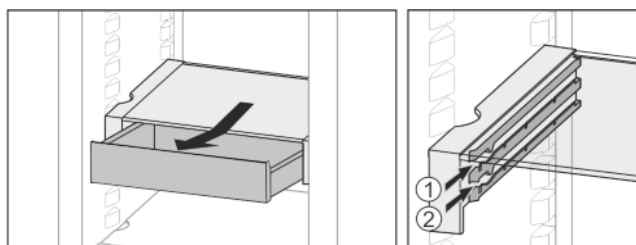

Fig. 23
- ▶ Op een willekeurige hoogte Fig. 23 (1) of Fig. 23 (2) erin schuiven.